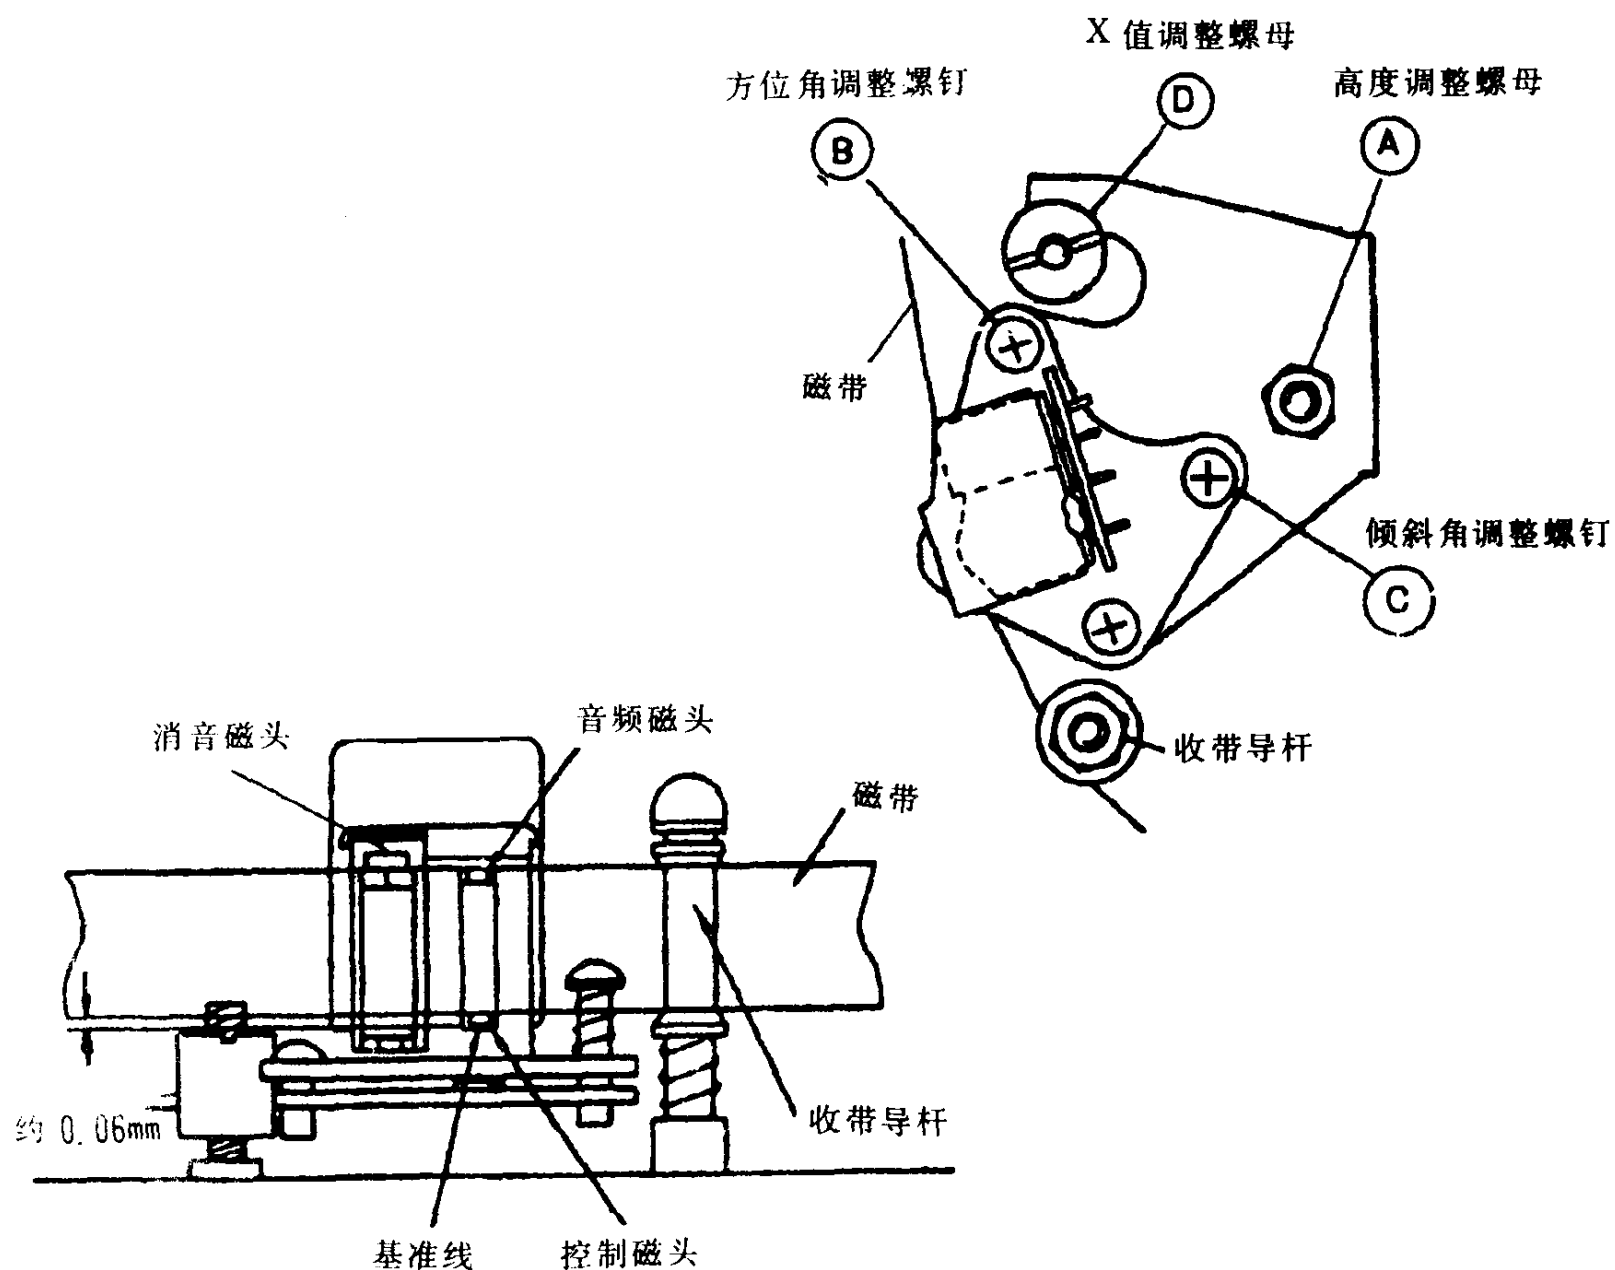

图 2-7
2. 利用高度调整螺母 A 和倾斜角调整螺钉 C 去调整音频磁迹边缘在音频控制磁头上的高度，使磁带可平滑地在收带导杆上移动。校正音频控制磁头的高度。（参阅图2-7。）
2. 证实收带侧导带轮与音频控制消抹磁头之间的磁带不松弛。若此处磁带松弛，可旋转倾斜角调整螺钉 C，使之收紧。参阅图2-7。）然后按2-2节所述重新调整导带轮高度，按2-4节所述重新调整 X 值。
3. 重放 F6-A 测试带，用示波器证实确有 1kHz 音频输出，然后调节高度调整螺母 A，使交流电压表的读数最大。（参阅图2-7。）
重放F6-N 测试带，用示波器证实确有音频信号输出，然后调节方位角调整螺钉 B，使交流电压表读数或示波器波形达到最大（参阅图2-7。）
注意：在重新调整后，用锁漆把螺丝 C 固定好。（参阅图2-7。）